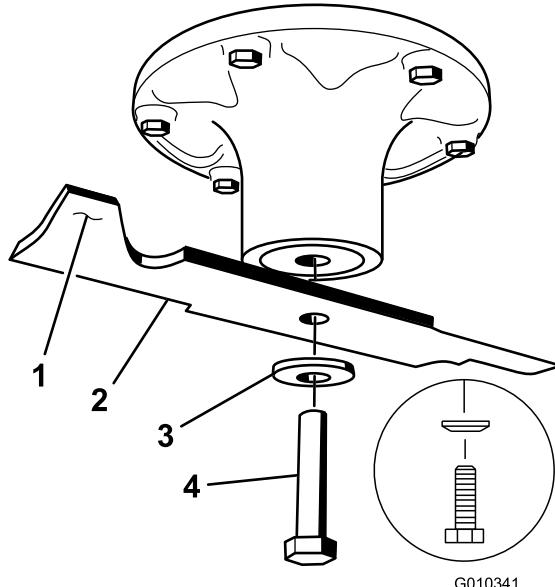

Рисунок 69
2. Отверните болт ножа, снимите изогнутую шайбу и нож с вала шпинделя (Рисунок 69).
1. Установите нож на шпиндель (Рисунок 69).
2. Установите изогнутую шайбу (чашеобразной стороной в сторону ножа) и болт ножа (Рисунок 69).